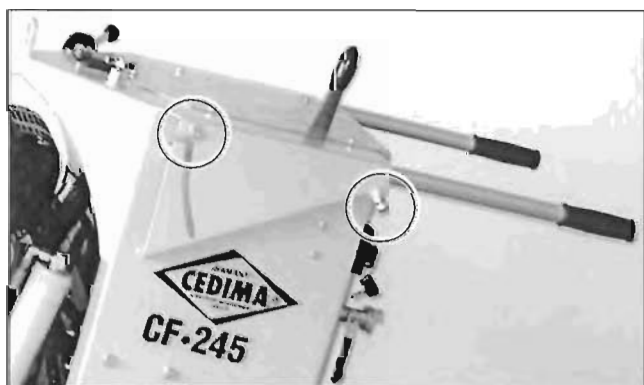

Рис. 4.7 Фиксирование рукояток (здесь левых)
1. Ослабьте контрагайки и зажимные винты выдвижных рукояток (труб рукояток, Рис. 4.7)!
3. Зафиксируйте выдвижные рукоятки (соответственно) указанными на Рис. 4.7 винтами и контрагайками!